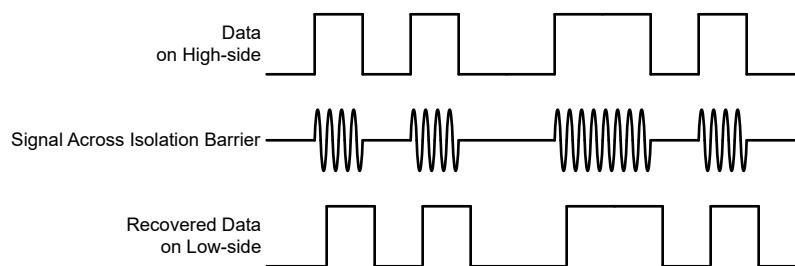

図 6-4. OOK ベースの変調方式
AMC23C15 は、 $\text{SiO}_2$  ベースの絶縁バリア越しにコンパレータの出力状態を送信するため、図 6-4 に示すオン / オフ キーリング (OOK) 変調方式を採用しています。「機能ブロック図」に示す送信ドライバ (TX) は、デジタル 1 を表すために内部で生成された高周波キャリアを絶縁バリア越しに送信します。デジタル 0 を表す信号は送りません。